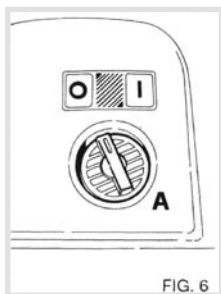

FIG. 6
- 3) Запустить установку, установив переключатель в положение I (рис. 6А)
2) Переведите выключатель мойки в положение «О» (рис.6А)